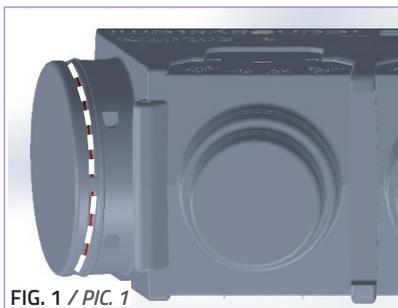

FIG. 1 / PIC. 1
2. Eseguire il taglio del collarino laterale lungo la scanalatura circolare, evidenziata con linea tratteggiata, utilizzando un seghetto alternativo o lama a filo caldo (Fig.1). Pulire accuratamente soffiando e aspirando gli sfridi ed i residui per evitare che entrino in circolo nell'impianto e possano causare danni allo stesso.
2. Cut the side collar along the circular channel, indicated by a dashed line, by using a jigsaw or with a hot-wire cutter (Fig. 1). Remove by hoovering the scraps and leftovers so that they do not reach the circulation of the system causing damages to the units or to the components of the system itself. (Fig.2)